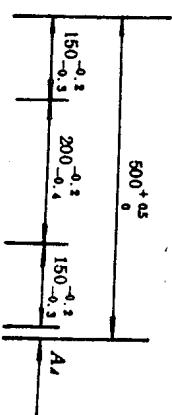

图 10-1
1. 有一尺寸链各环基本尺寸及加工偏差如图10-1所示，试求装配后，其封闭环 A_4 可能出现的极限尺寸。